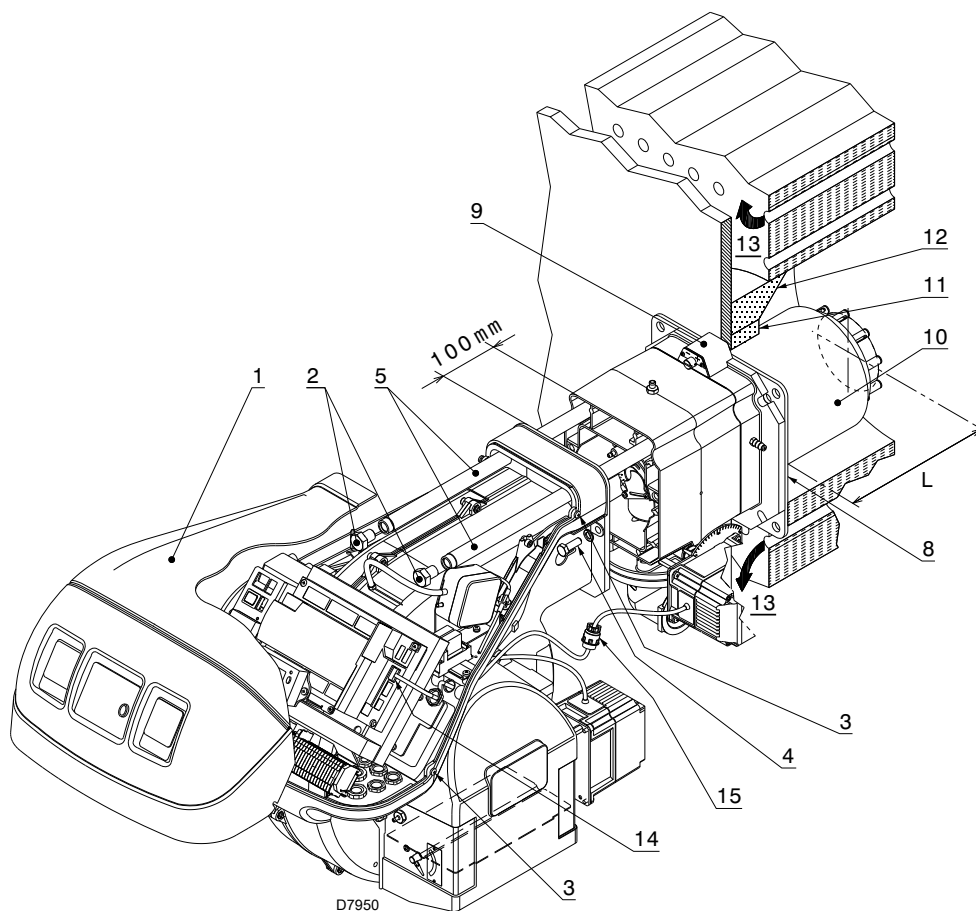

图 17
对于带前烟道 13)(图 17 页 25) 或回焰式炉膛的锅炉，必须在锅炉炉补 12) 和烟道 10) 间插入炉补材料 11) 保护。
将燃烧头与燃烧器的其余部分分开，如图 17 所示；操作如下：
- ▶ 将燃烧器重新安装在导轨 3) 上，距离管接头 4) 约 100 mm——燃烧器位置如图 17 所示；
- ▶ 连接伺服电机 14) (图 17) 的插头并拧紧固定孔 15)；